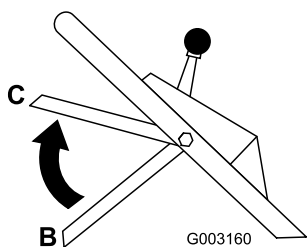

Figura 19
3. Levante la barra de control hasta la posición central, unos 13 cm por debajo del travesaño del manillar (Posición C de la Figura 19).